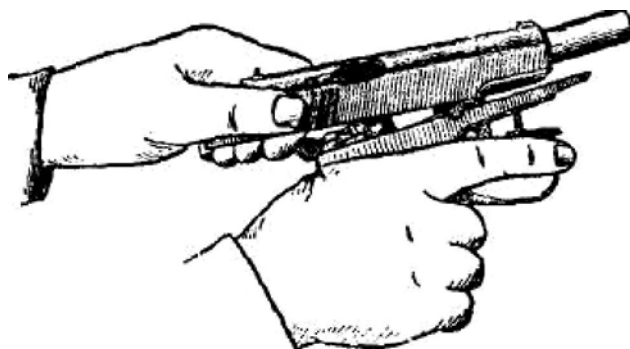

Рис. 2. Отделение затвора от рамки.
1.4. Отделить затвор от рамки.левой рукой отвести затвор в крайнее заднее положение и, приподняв его задний конец, дать ему возможность продвинуться вперед под действием возвратной пружины. Отделить затвор от рамки (рис. 2).